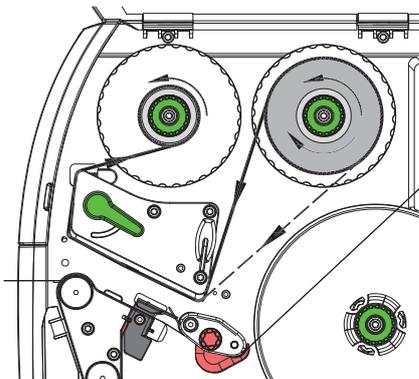

Bild 19 Transferfolienlauf
5. Transferfolienrolle (1) festhalten und Drehknopf am Abwickler (3) gegen den Uhrzeigersinn drehen, bis die Transferfolienrolle fixiert ist.
6. Geeigneten Transferfolienkern (4) auf den Transferfolienaufwickler (5) schieben und in gleicher Weise fixieren.
7. Transferfolie wie in Bild 19 durch die Druckbaugruppe führen.
8. Transferfolienanfang mit einem Klebestreifen am Transferfolienkern (4) fixieren. Hierbei die Rotationsrichtung des Transferfolienaufwicklers entgegen dem Uhrzeigersinn beachten.
9. Transferfolienaufwickler (5) entgegen dem Uhrzeigersinn drehen, um den Transferfolienlauf zu glätten.
10. Hebel (6) in Uhrzeigerrichtung drehen, um den Druckkopf zu verriegeln.